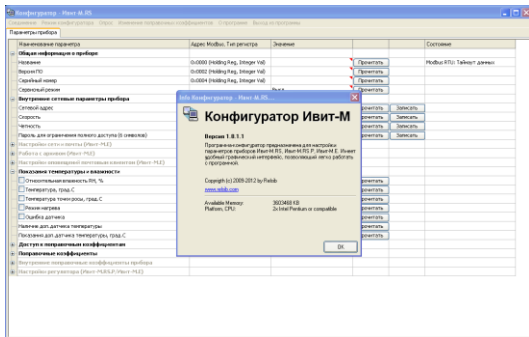

Рисунок 5 – Окно конфигурирования Ивит-М
7.4.2 Для конфигурирования настроек служит ПО «ИВИТ-М» (config-ivit.exe) (рисунок 5).